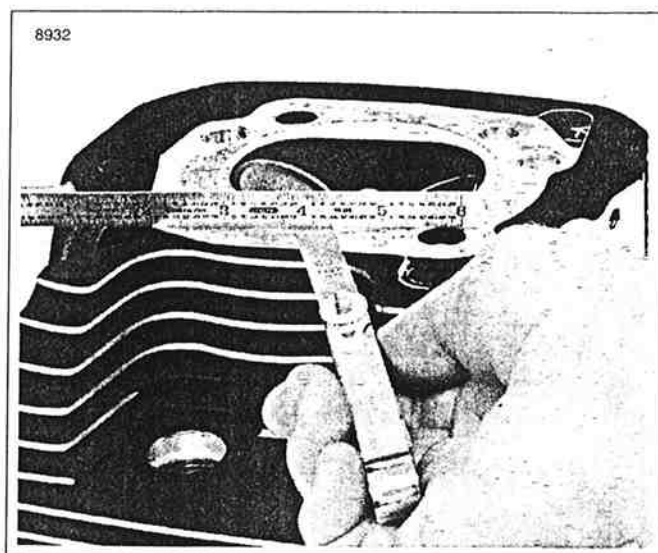

Figura 3-26. Comprobación de la superficie de la junta: Debe tener una chatedad dentro de 0,152 mm (0,006 pulg.)
4. Vea la Figura 3-26. Revise la superficie de la junta de la culata para ver su chatedad. Repare o reemplace cualquier culata que exceda los LÍMITES DE DESGASTE DE SERVICIO de 0,152 mm (0,006 pulg.).